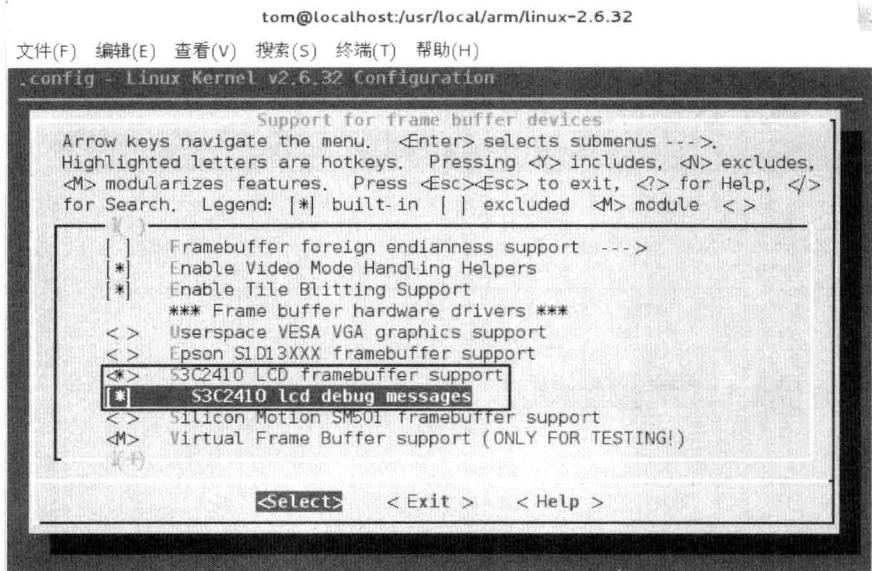

图 6.11 步骤 4
(4) 在驱动程序的调试阶段最好选中 S3C2410 lcd debug messages 选项，如图 6.11 所示。这样会在标准输出中打印出调试信息，有助于驱动程序的调试。